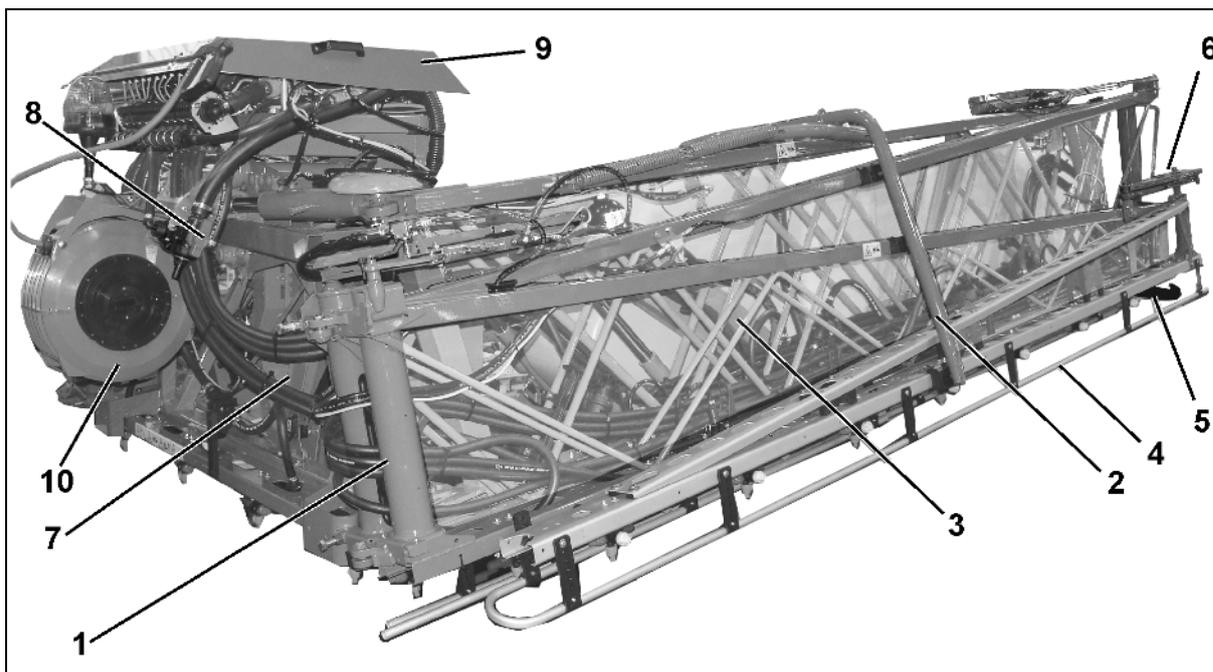

Fig. 97
Los estribos del seguro de transporte sirven para bloquear el varillaje de pulverización plegado en la posición de transporte y evitar que se despliegue involuntariamente. (3) Bastidor en paralelogramo para el ajuste de la altura del varillaje de pulverización. | <ul style="list-style-type: none"> (4) Tubo de protección de toberas (5) Distanciador. (6) Seguro de la extensión exterior, véase en la página 111 (7) Compensación de oscilaciones, véase en la página 114 (8) Válvula y llave de conmutación para el sistema DUS (9) Grifería del varillaje, véase la Fig. 97 (10) Dispositivo de lavado exterior |